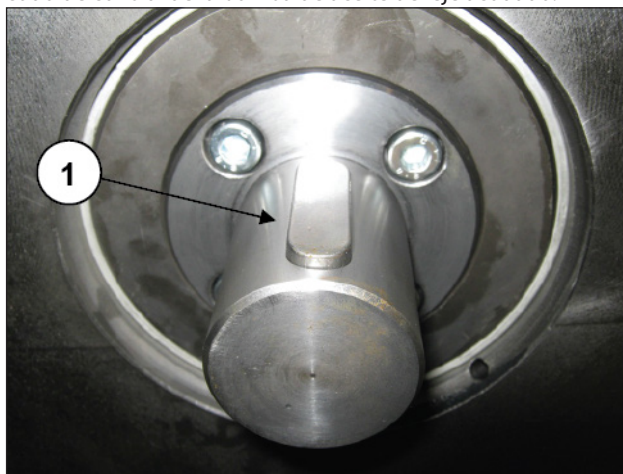

Fig. 23
Desmontar la lengüeta del codo de control de la bomba de aceite (pos. ①, Fig. 23).